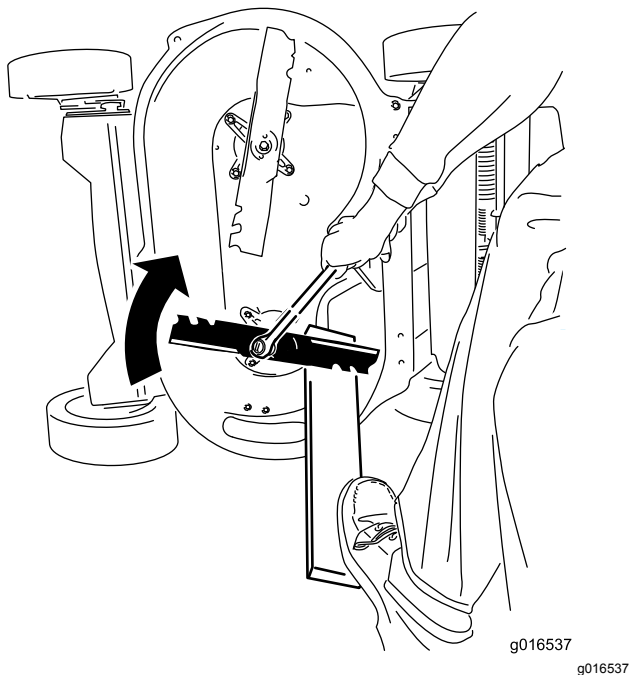

Figure 46
2. Immobilisez chaque lame à l'aide d'une planche et tournez le boulon de lame dans le sens horaire au moyen d'une clé dynamométrique comme montré à la Figure 46 ; serrez chaque boulon de lame à 82 N·m.